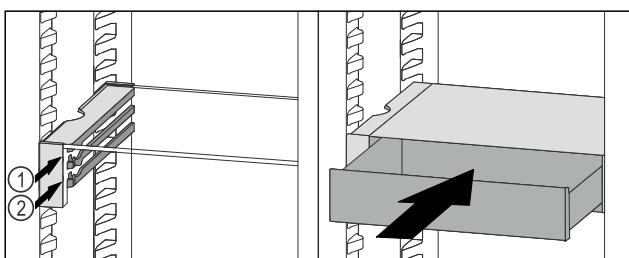

Fig. 80
- Установите выдвижной ящик VarioSafe за стопоры на требуемый выступ *Fig. 80 (1)* или *Fig. 80 (2)*.